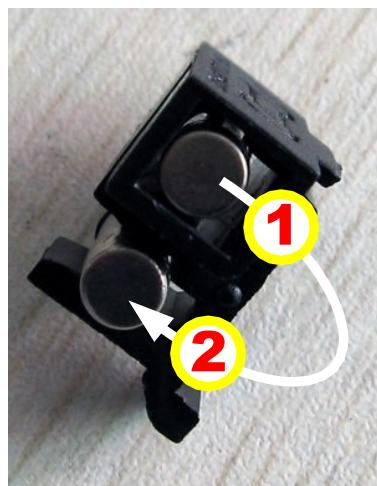

Fig. 7-2 Fusible
- 4 Prendre le fusible de rechange (marque 1, 3,15A/250V) et le replacer en position de travail (marque 2). Figure 7-2 ) ;